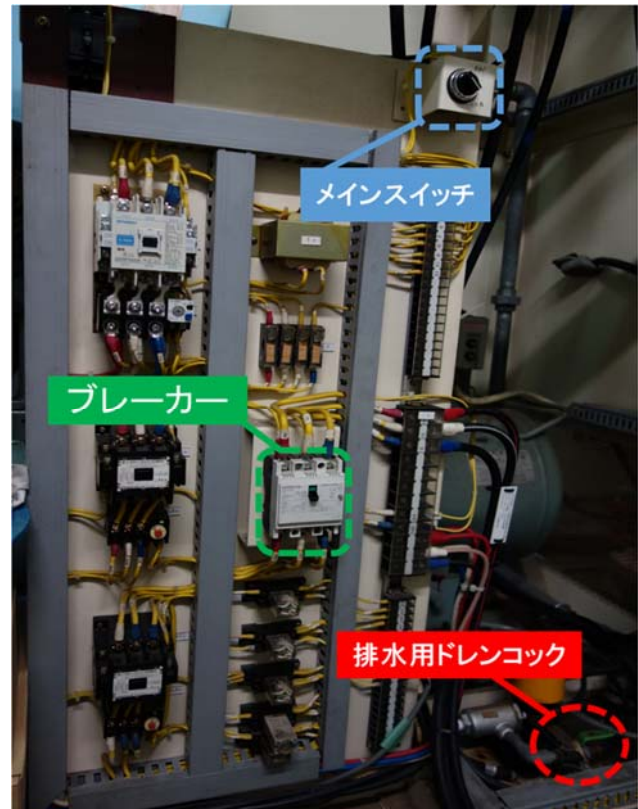

図 12 加圧除湿器盤内下部
2. 加圧除湿器盤内にあるコンプレッサー排水用ドレンコックを閉める（図 12）